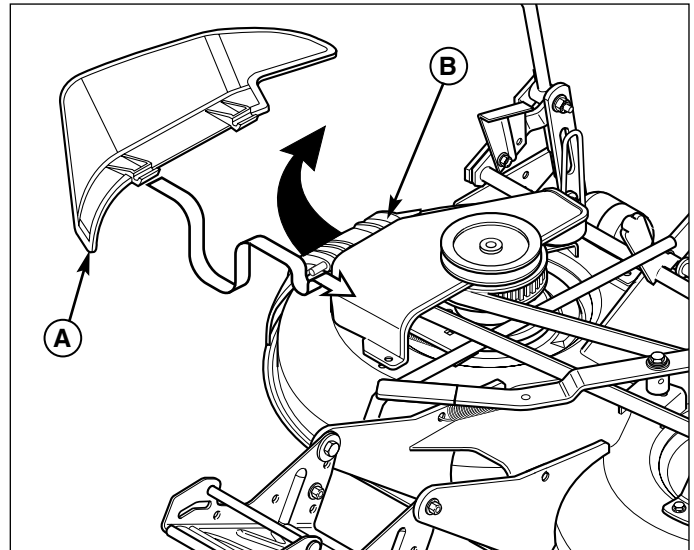

Figure 10. Installation du déflecteur d'éjection latérale
1. Relever le couvercle de broyage (B, figure 10).
2. Monter le déflecteur d'éjection latérale (A) sous le couvercle de broyage. Le déflecteur d'éjection latérale s'accroche sur la tige de support du couvercle de broyage et est tenu en place par le couvercle de broyage.